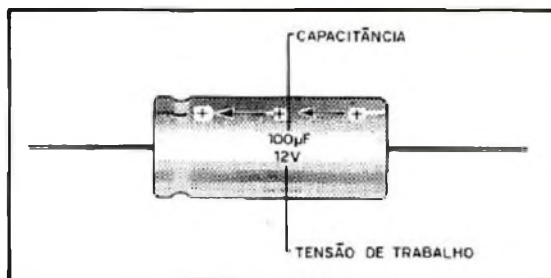

figura 12
Dois especificações são importantes num capacitor eletrolítico: sua capacitância, que é dada em microfarads (μF ou erradamente, mfd) e sua tensão de trabalho que é dada em volts (V). (figura 12)